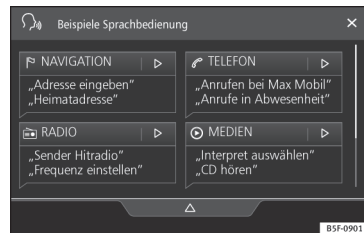

Abb. 169 Sprachbedienung: Hauptbildschirm
- Beim Aktivieren der Sprachbedienung ertönt ein Startton für den Sprachdialog und der Hauptbildschirm der Sprachbedienung wird angezeigt »» Abb. 169, (der Hauptbildschirm erscheint in dem unter Einstellungen Sprachbedienung gewählten Format »» Seite 191). Die Sprachhinweise führen Sie durch den folgenden „Dialog“.
/  Menü Sprachsteuerung einblenden oder ausblenden »» **Abb. 169**
Bei Aktivierung der Sprachsteuerung führt Sie das System auf den Hauptbildschirm »» **Abb. 169**, auf dem die Kontext erscheinen, in denen das System und die Hauptkommandos ausgeführt werden.